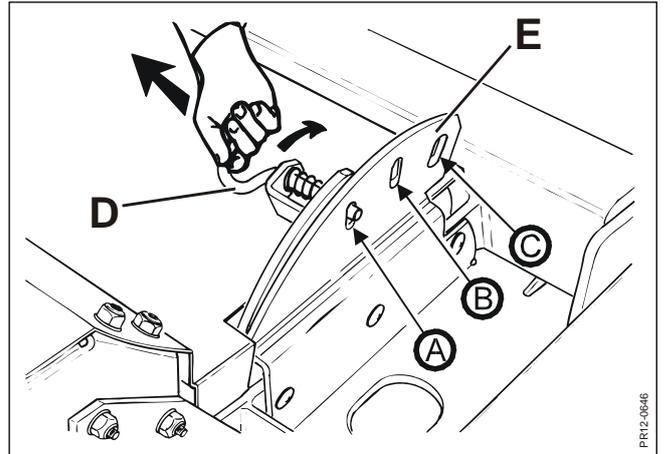

Fig. 3-23
**Fig. 3-23** Das System wird mit dem Handgriff **D** bedient, der in 3 Positionen auf der Konsole **E** angebracht werden kann. Der Abstand der Aufbereiterplatte zum Rotor kann dadurch geändert werden, daß man das Handgriff **D** zu einer der anderen Löcher in der Konsole **E** rückt. Wenn der Handgriff in Pos. A) angebracht wird, ist der Abstand zwischen der Aufbereiterplatte und den Aufbereiterfingern klein, in Pos. (B) ist der Abstand mittelgroß und in Pos. (C) ist der Abstand groß.